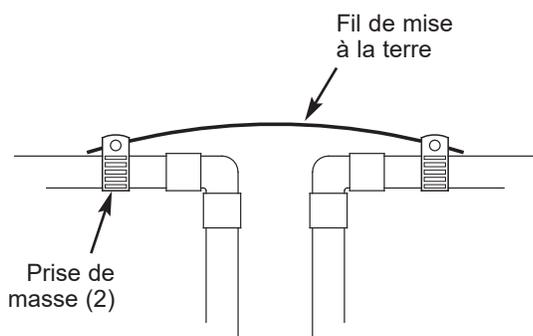

FIG. 14
1. Installez un fil de cuivre de calibre 4 entre la section coupée de la conduite d'eau principale en la fixant solidement à chaque extrémité (consultez la figure 14) - pièces non incluses.